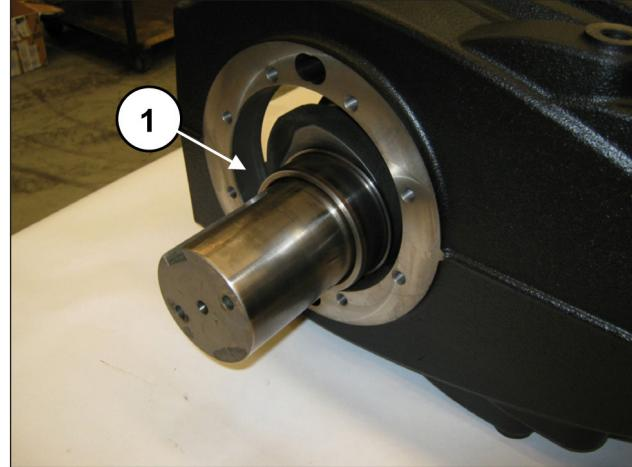
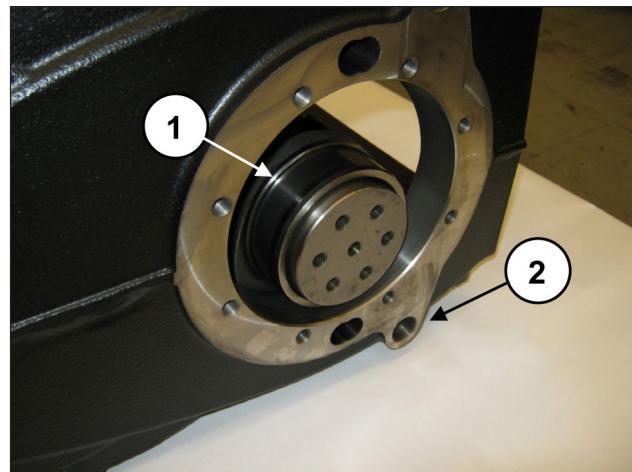

Рис. 51
Рис. 52
Коленчатый вал нужно устанавливать так, чтобы сторона ВОМ обязательно оказалась со стороны, противоположной отверстиям G1/2" для маслосливных пробок картера насоса (поз. ②, Рис. 52).
Полностью введите вал в картер (поз. ①, Рис. 51 и Рис. 52).